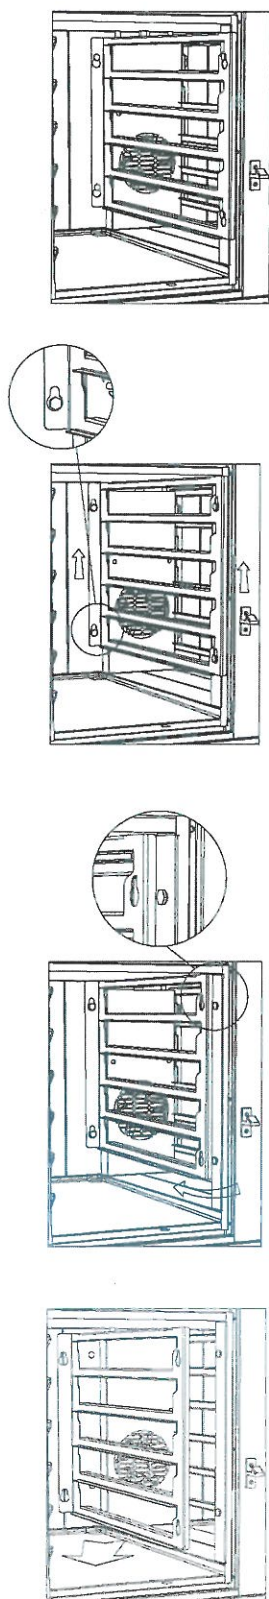

Figure 2
- Modell GN12: die beiden zentralen Leitern herausnehmen, diese dazu anheben und nach außen ziehen. Abbildung 2.
- Nur beim Modell GN12 : Die beiden zentralen Leitern herausnehmen, diese dazu anheben und nach außen ziehen (Abbildung 2).